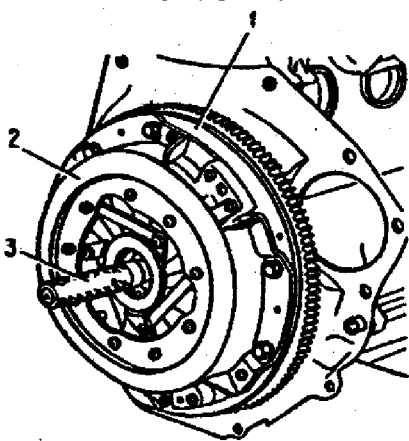

Fig. 3-4. Centralização do disco da embreagem: 1 - volante; 2 - conjunto da embreagem; 3 - mandril A.70081.
- posicionar o disco da embreagem com a parte saliente do cubo com a ranhura circular voltada para a caixa de mudanças, e centralizá-lo com o auxílio do mandril A.70081, antes da instalação e fixação do conjunto do platô e carcaça (fig. 3-4).
A instalação deverá ser executada na ordem inversa à da remoção. Antes da instalação, aplicar uma fina camada de graxa nas estrias da extremidade da árvore primária e centralizar o disco da embreagem com o mandril A.70081 (fig. 3-4).